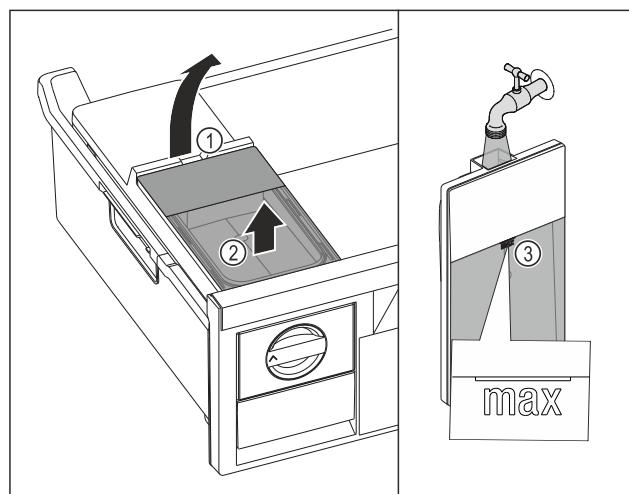

Fig. 123
- Поднимите бак для воды за выемку Fig. 123 (1).
- Извлеките бак для воды движением вверх. Fig. 123 (2)
- Наполните бак для воды питьевой водой до отметки Fig. 123 (3).